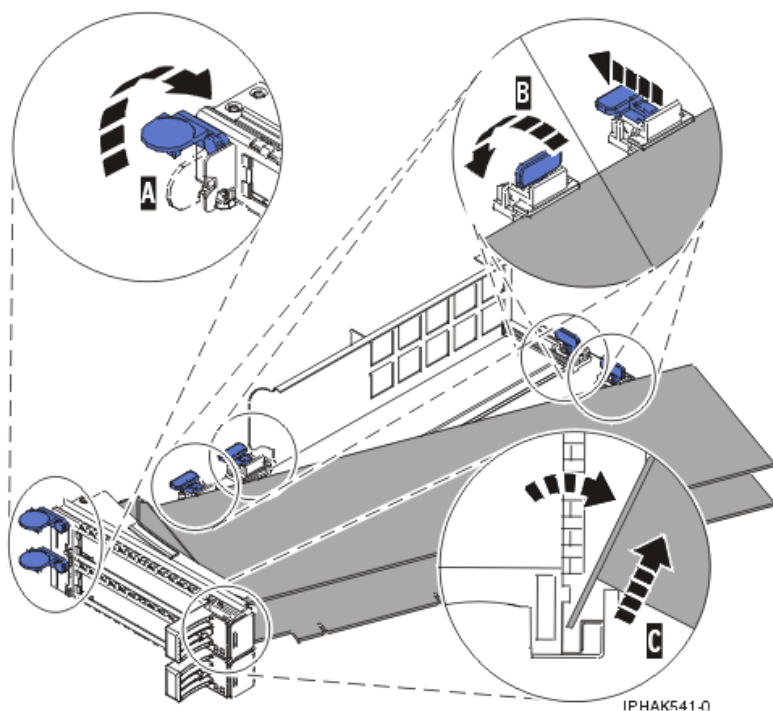

Figura 71. Adaptador removido da cassete de adaptador PCI
- a. Desbloqueie as peças de fixação do adaptador rodando o grampo de fixação **A** para a posição horizontal. Consulte Figura 71 na página 80.